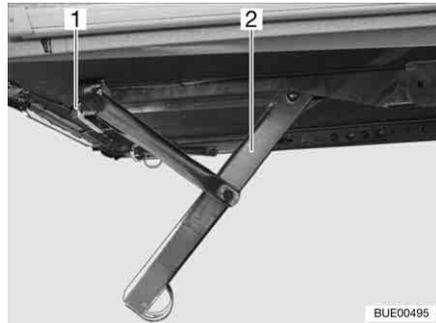
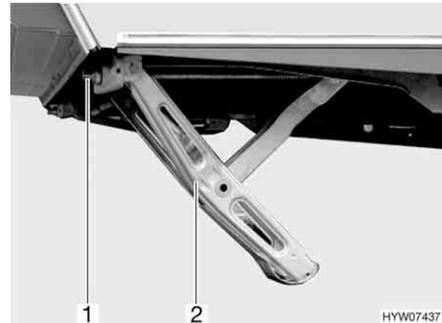

Fig. 17 Apoyo a manivela bajado girando la manivela (variante 1)
Fig. 18 Apoyo a manivela bajado girando la manivela (variante 2)
- Insertar la manivela en el hexágono (Fig. 17,1 ó Fig. 18,1) de los apoyos a manivela (Fig. 17,2 ó Fig. 18,2).